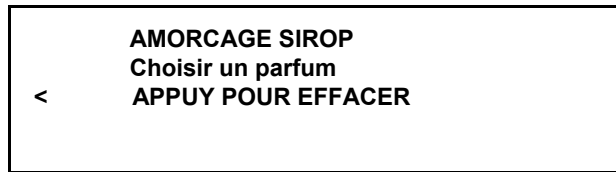

Figure 35
23. Appuyer sur le symbole CALIBRAGE  pour passer en mode d'amorçage du sirop (Cf. Figure 35).